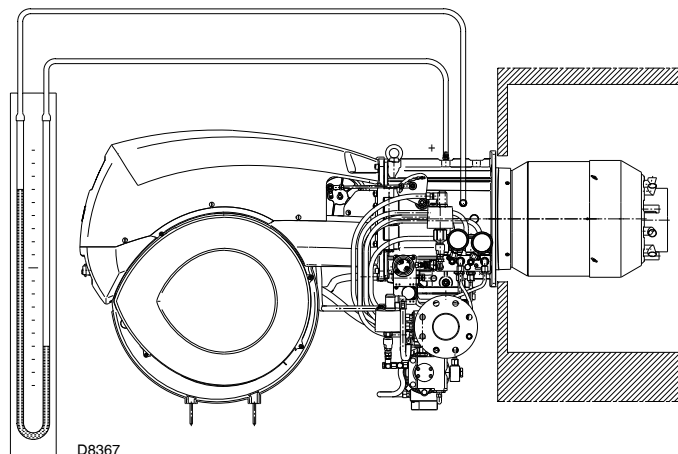

Fig. 27
- 安装一个 U 型压力计或一个差压计（图 . 27），(+) 端接燃烧头处燃气压力测试点，(-) 端接炉膛。
燃气是否到的燃烧头可通过 U 型压力表（图 . 27）查看。